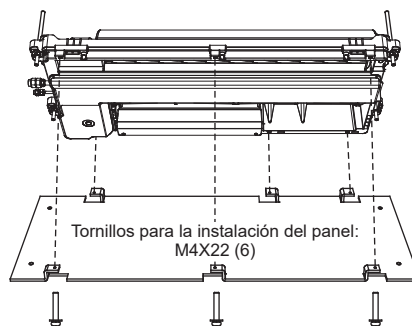

Figura 13
- Fije el papel de instalación en la parte inferior de la unidad interior con los tornillos utilizados para fijar la placa (vea la Figura 13).